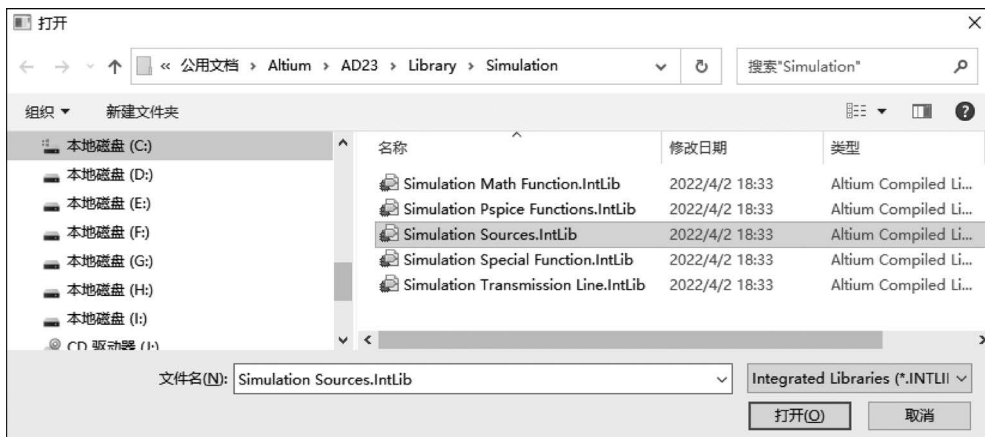
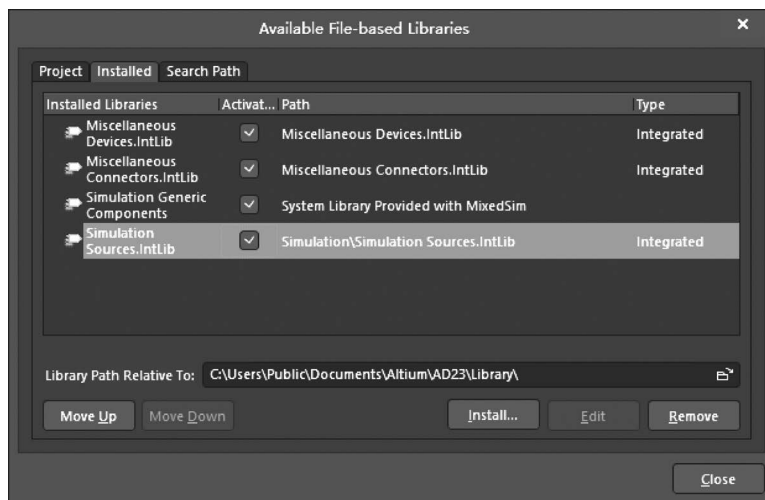

图 3-3 打开所要添加的仿真库对话框
图 3-4 已经添加了需要添加的仿真库
(4) 如图 3-3 所示,打开所要添加库的对话框。
① 将路径指向 C:\users\Public\Documents\Altium\AD23\Library\Simulation。
② 选择 Simulation Sources,并单击“打开”按钮。
(5) 如图 3-4 所示,看到新添加的 Simulation Sources.IntLib 仿真库。
(6) 单击图 3-4 界面内的 Close 按钮,退出该界面。